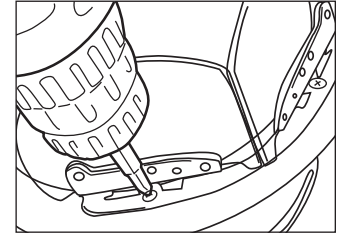

Figure 19
1. Retirez les deux vis et tous les éléments qui maintiennent le protecteur oculaire Bourke sur le casque (figure 19).